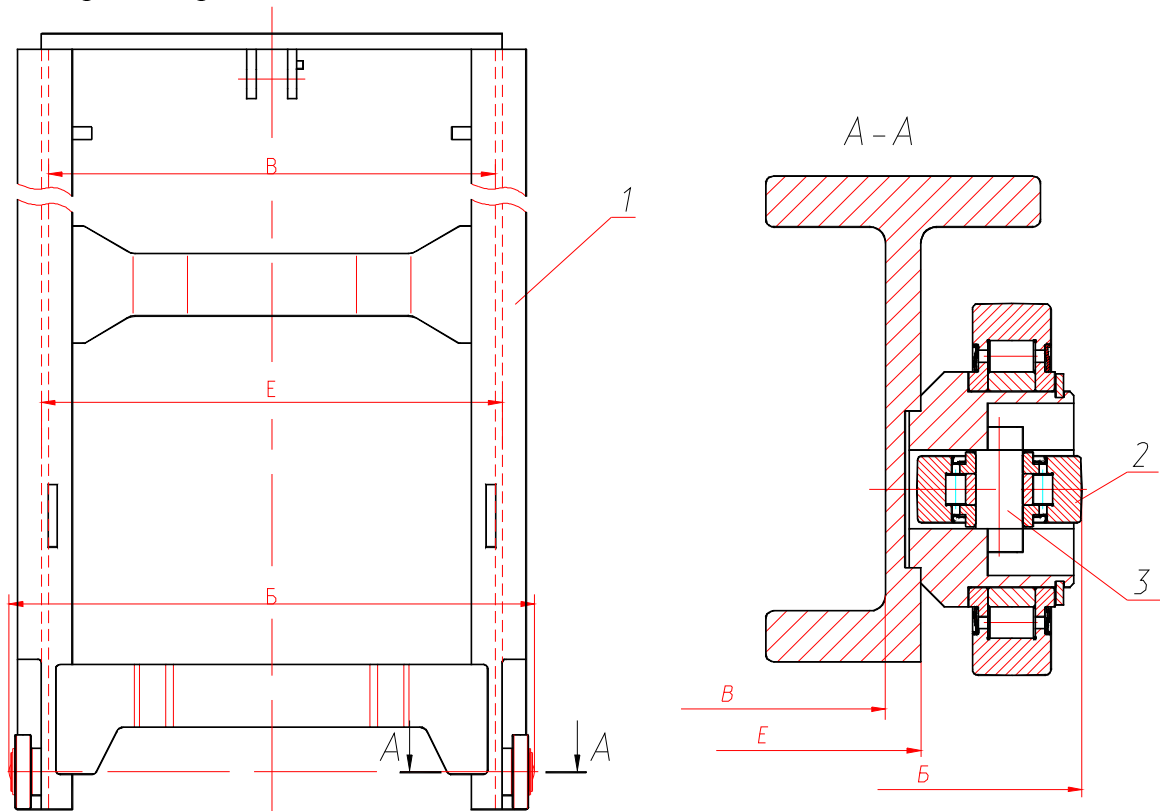
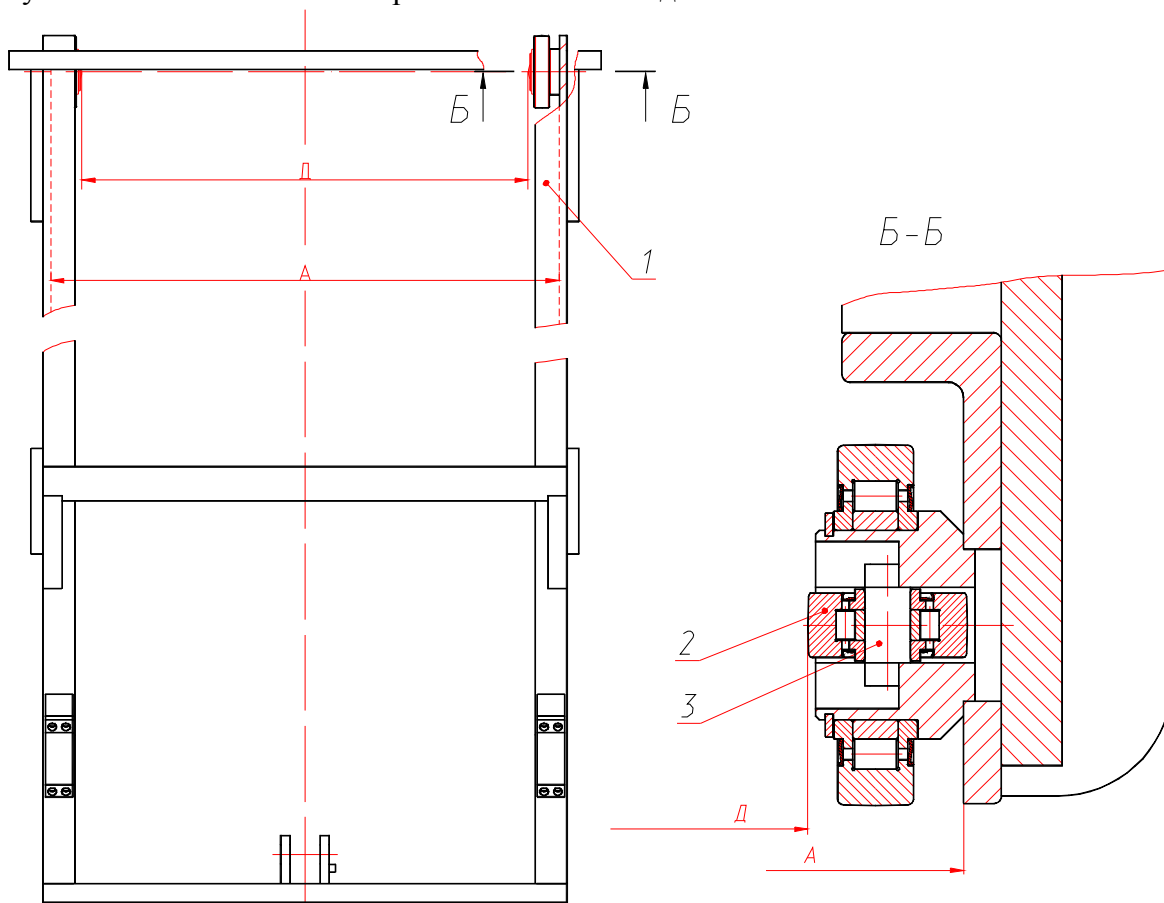
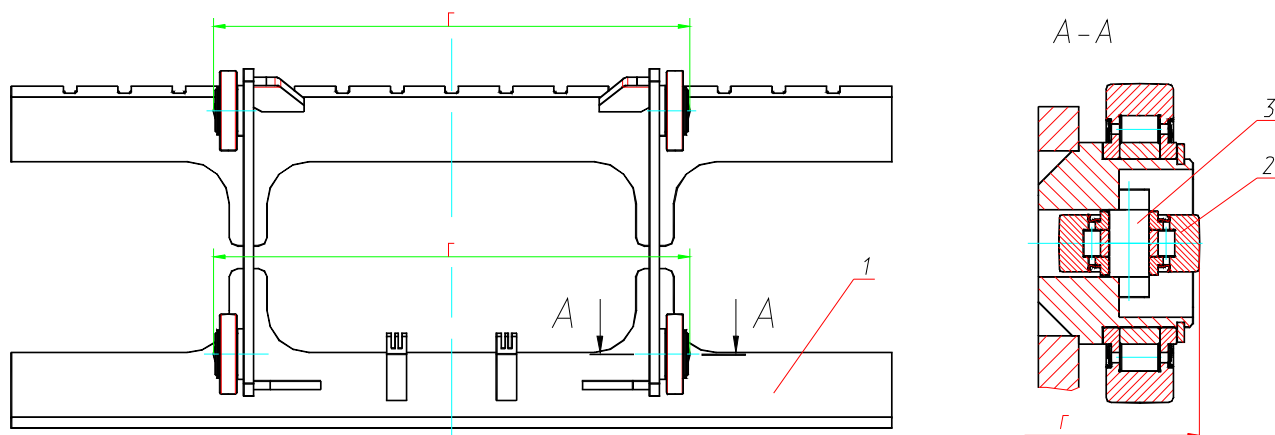

Рис. 11 Выдвижная рама
Рис. 12 Основная рама
Рис. 13 Каретка
2. Определить максимальный размер «Е» между наружными поверхностями стенок подвижной рамы 1 (рис. 11).
3. Установить на основной раме 1 (рис. 12) размер «Д» между подшипниками 2, который должен быть не более чем на 1,5 мм больше размера «Е» (рис. 11).
4. Определить минимальный размер «А» между внутренними поверхностями стенок основной рамы 1 (рис. 12).
5. Установить на выдвигной раме 1 (рис. 11) размер «Б» между подшипниками 2, который должен быть не более чем на 1,5 мм меньше размера «А» (рис. 12).
6. Определить минимальный размер «В» между внутренними поверхностями стенок выдвигной рамы 1 (рис. 11).
7. Установить на каретке 1 (рис. 13) размер «Г» между подшипниками 2, который должен быть не более чем на 1,5 мм меньше размера «В» (рис. 11).